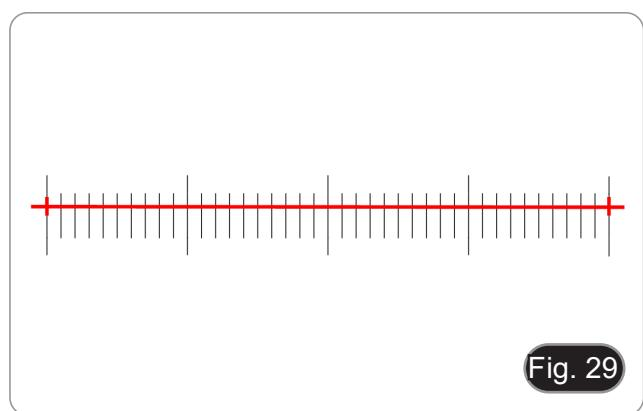

Fig. 29
- O intervalo mínimo do micrómetro seleccionado é de 0,01 mm (10 micrón). Fig.29 mostra a imagem sob uma lente objectiva de 10x. Neste momento, a "ampliação" está definida para "10X", a "unidade" está marcada como "μm", e o "comprimento" está definido para "40".